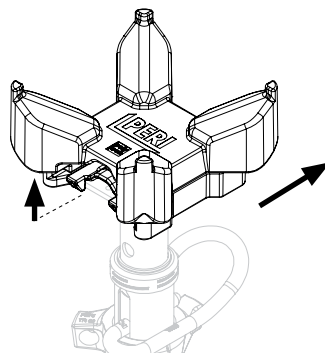

Fig. D1.01c
2. Sollevare la clip (31.2) con un dito della mano superiore, quindi sfilare la testa d'appoggio. (Fig. D1.01c)